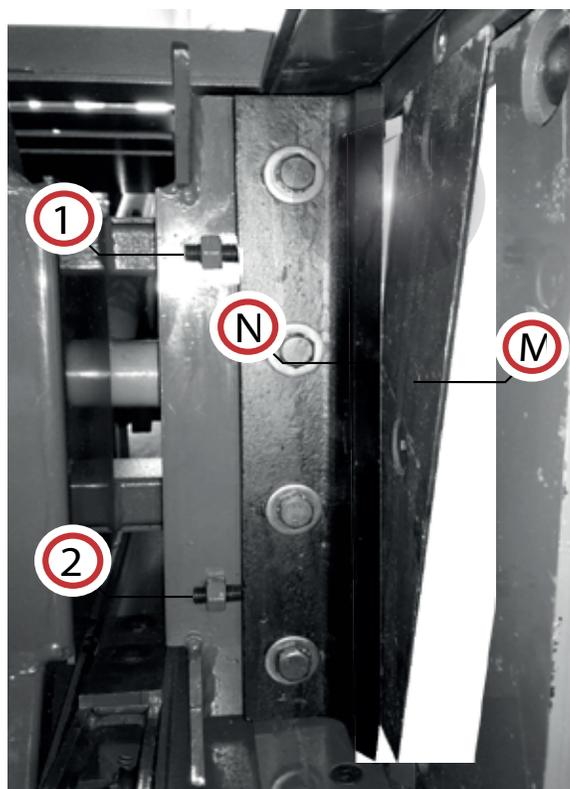
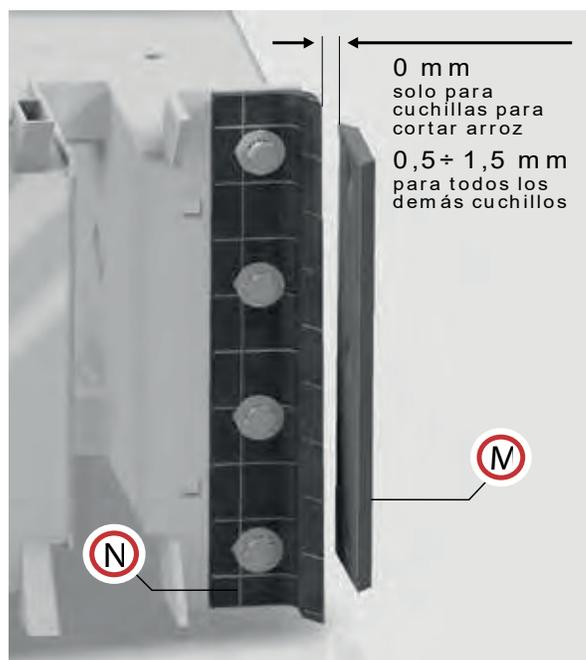

Fig.4
Fig.4b
4. El cortador del pistón (N) está demasiado lejos del de la cámara de compresión (M).
En este caso hay que restaurar la distancia entre las dos cuchillas a **0 mm** solo para las cuchillas de corte de arroz (Fig. 4b) y a **0,5 ÷ 1,5 mm** para todas las demás cuchilladas, utilizando los correspondientes tornillos de presión (1) (2) (Fig. 4).